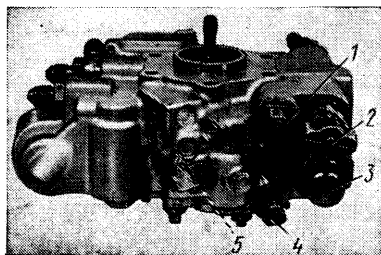

Рис. 4. Насос-регулятор (вид справа):
В процессе эксплуатации двигателя разрешается производить подрегулировку насоса-регулятора НР-9К винтом «4» (на рис. 3—винт 2) и заменой жиклера 5 (рис. 4). О произведенной регулировке необходимо записать в формуляре двигателя и в паспорте агрегата.
- а) расконтрить и вывернуть жиклер 5 (см. рис. 4);